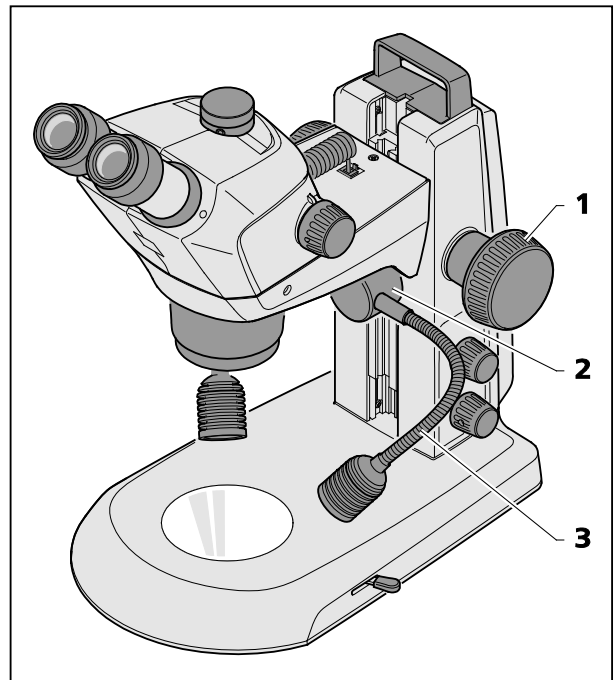

Bild 22 Doppel-Spotleuchte
- Den Mikroskopkörper mittels Fokussierknopf (Bild 22/1) in die oberste Position fahren. Doppelspot-Leuchte (Bild 22/2) in der Führung auf die gewünschte Höhe schieben.
- Durch Verbiegen der beiden Schwanenhälse (Bild 22/3) die Spots so einstellen, dass das Objekt optimal ausgeleuchtet wird.